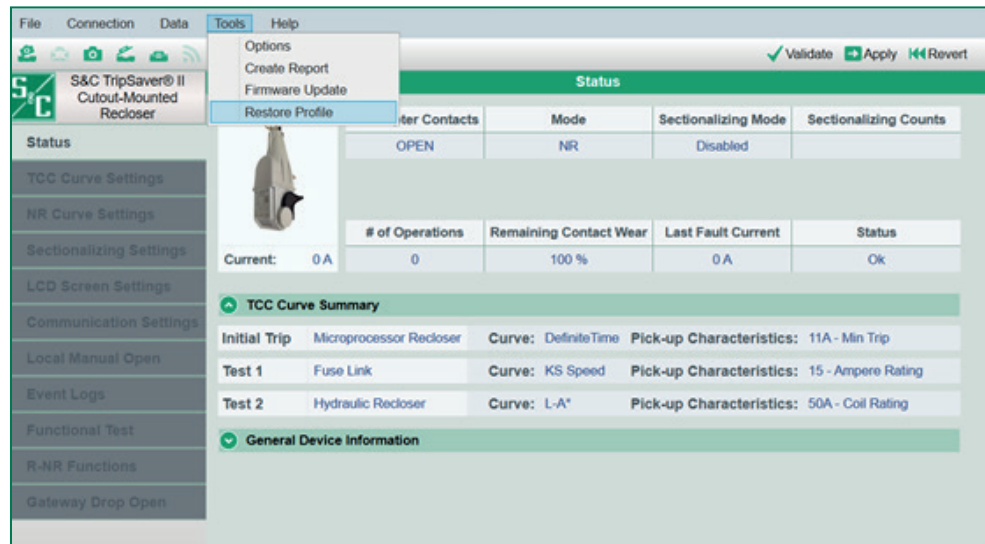

Figura 164. La opción Restore Profile (Restaurar Perfil) del menú Herramientas.
**PASO 1.** En el menú **Herramientas**, seleccione la opción de menú **Restore Profile (Restaurar Perfil)**. Véase la Figura 164.